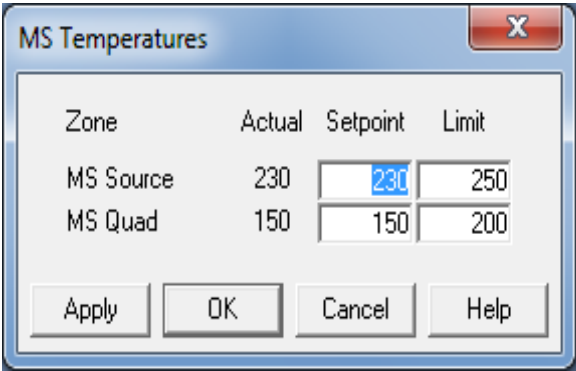

图 19 设置温度
- 2 从**更多参数**菜单中选择**温度**（图 19）。